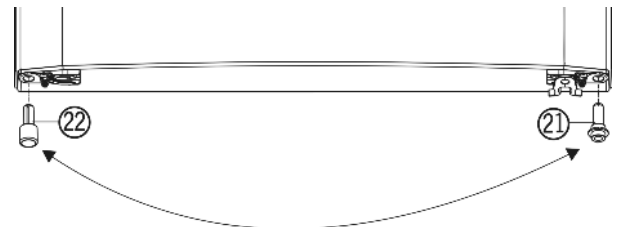

Fig. 5
- ▶ Demontați distanțatorul Fig. 5 (22) din partea inferioară stângă a ușii.
- ▶ Remontați distanțatorul Fig. 5 (22) în partea inferioară dreaptă a ușii.